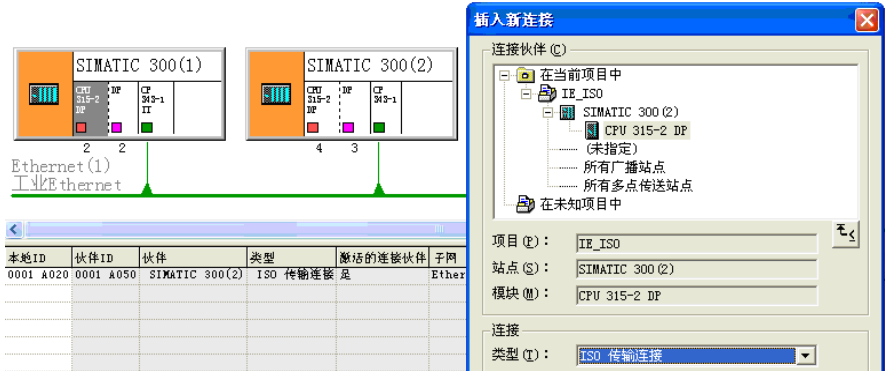

图 10-27 组态 ISO 传输连接
组态好两个 S7-300 站后，点击工具栏上的按钮 ，打开 NetPro 窗口，看到连接到以太网上的两个站（见图 10-27）。选中“SIMATIC 300 (1)”站点的 CPU 所在的小方框，在下面的窗口出现连接表，双击连接表第一行的空白处，建立一个新连接。在弹出的“插入新连接”对话框中，将“连接伙伴”设为与本站通信的 CPU 315-2DP，连接类型为“ISO 传输连接”。